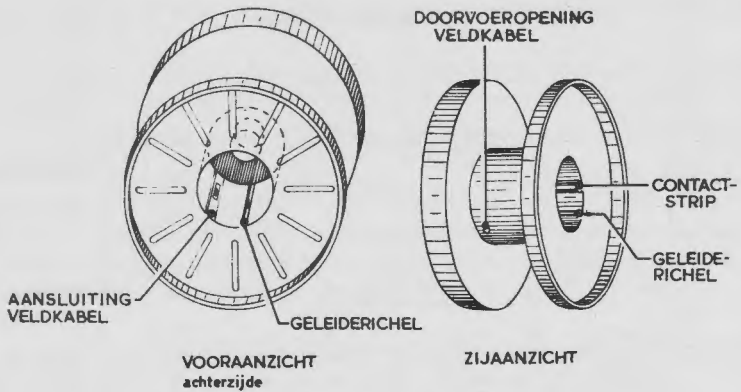

Fig. 73. Kabelhaspel
De infanterie-telefoon bevindt zich aan de linkerachterzijde van de tank in een gepantserde kast (fig 73). Degene, die de infanterie-telefoon bedient, heeft de mogelijkheid tot uitluisteren, maar spreken is *alleen* mogelijk als de *commandant's aansluitdoos* op „IC” staat en een *willekeurig* bemanningslid zijn microfoonschakelaar houdt ingedrukt (lader ook op „IC”). De tankbemanning heeft via dit systeem *niet* de mogelijkheid de aandacht te trekken van iemand buiten de tank.
b. *Infanterietelefoon* (zie fig 73).